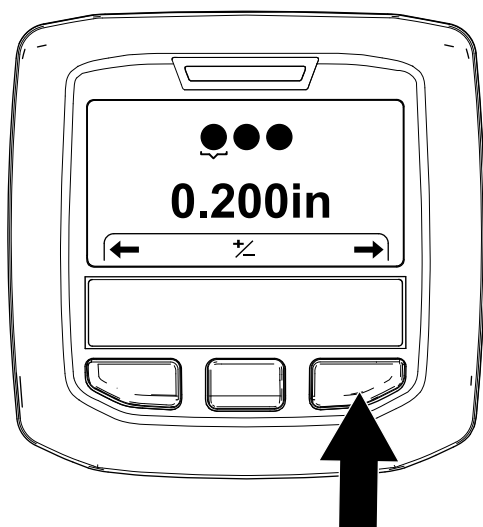

Figura 49
5. Apăsai butonul InfoCenter din dreapta pentru a afia ecranul Setting the Tine Diameter (Setare diametru dinte) (Figura 49).